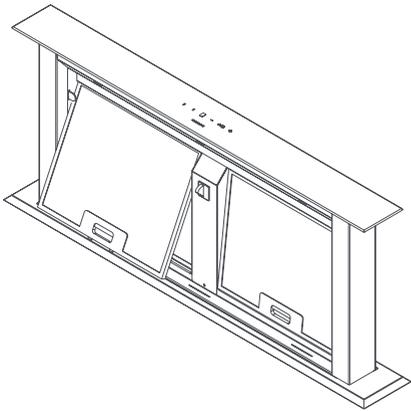

Fig. 6b: Desmontaje / instalación de filtro metálico
**Para retirar el filtro de grasa** (▲ Fig. 6b) empuje el clip hacia arriba y retire el filtro hacia adelante/hacia abajo respectivamente.